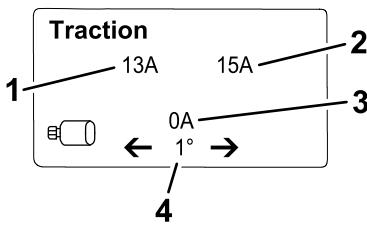

Bild 22
- **Fahrinformationsbildschirm** (Bild 22): Zeigt den aktuellen Lenkwinkel und den Amperewert für jeden Fahrmotor an.